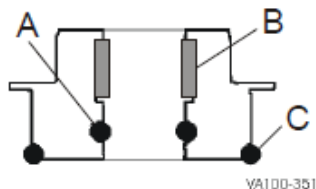

图 23—标注顶部转接器
2. 拆下并更换在转接器内侧的 O 型圈（图 23，项目 A）。关于冲洗/蒸汽屏障转接器，请分别参见第 13 页上的图 5 和第 14 页上的图 8。
3. 通过感触伸出转接器壁的突出量，检查转接器内侧的对开轴承（图 23，项目 B）。如果轴承与转接器壁保持平齐，则更换轴承。
- 对外部 O 型圈（图 23，项目 C）进行滑动或切割，使其脱离转接器。不得对 O 型圈凹槽造成刻痕或划痕。